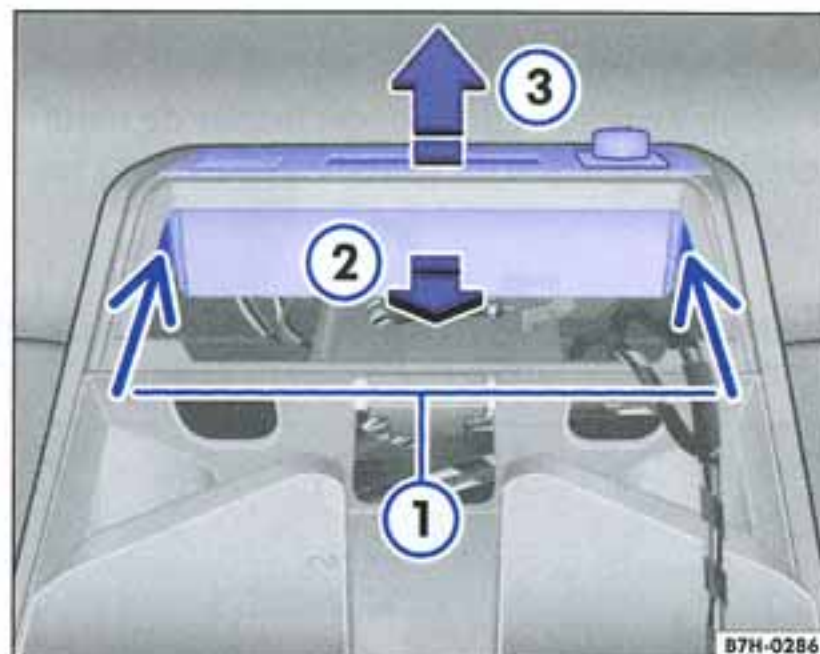

Fig. 10 Retrait de l'unité de commande centrale
- Retirez l'unité de commande centrale en enfonçant avec précaution, à l'aide du tournevis muni de l'embout à lame plate, les clips de fixation latéraux (situés entre la console de pavillon et l'unité de commande centrale) à travers l'ouverture de montage du cache ⇒ fig. 10 ①.
- Tirez l'unité de commande centrale vers vous **dans le sens de la flèche** ⇒ page 25, fig. 10 ②, puis retirez-la de son logement par le haut **dans le sens de la flèche** ③.